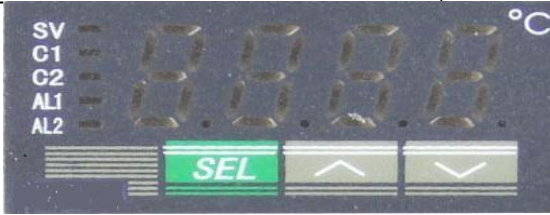

Figura 2: diagrama esquemático del panel de instrumentos de control de temperatura
- c. La temperatura de funcionamiento del blackbody puede ajustarse según las necesidades del campo. Pulse el botón "SEL" (véase la figura 2), el indicador "SV", pulse el botón "Λ" o "V" para aumentar o disminuir la temperatura de trabajo y luego pulse "SEL" para confirmar. (Véase la tabla de parámetros del panel de control: instrucciones del panel de instrumentos de control de la temperatura).